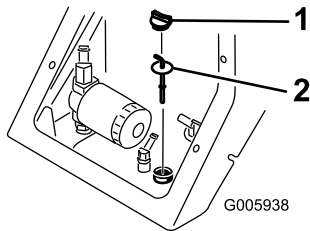

Figure 15
5. Nettoyez la surface autour du goulot de remplissage du réservoir hydraulique (Figure 15).
6. Enlevez le bouchon du goulot de remplissage et vérifiez le niveau de liquide sur la jauge (Figure 15).